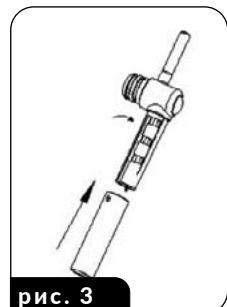

рис. 3
1. Размещайте маленькие чашки на выдвигаемой подставке (6) после ее выдвижения.
2. Два больших отверстия в подставке (6) и решетке (9) расположены непосредственно под отверстиями выхода кофе из колбы, и они указывают, как правильно размещать две небольшие чашки.
3. Размещайте большую чашку непосредственно на решетке поддона для капель (9) – в таком случае подставка (6) должна располагаться внутри устройства.
ВНИМАНИЕ! Во время заваривания кофе КАПУЧИНО и ЛАТТЕ убедитесь, что вы отрегулировали сопло всепенивающей трубы (22). Можно также отрегулировать длину сопла трубы, подающей всепененное молоко, чтобы, блокируя ее на разных уровнях установки длины, подогнать к разным размерам чашек (рис.3).